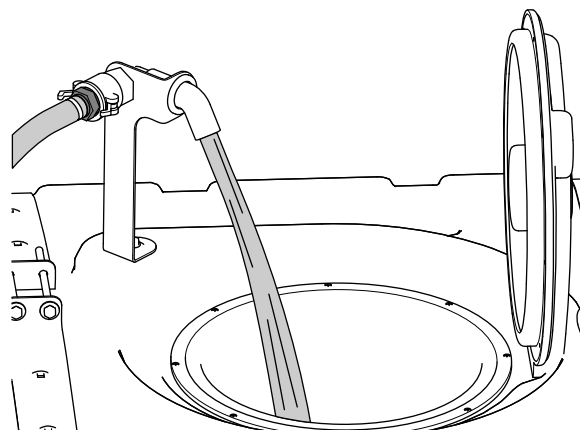

Figura 27
5. Añada $\frac{3}{4}$ de la cantidad de agua necesaria al depósito de fumigación (Figura 27).